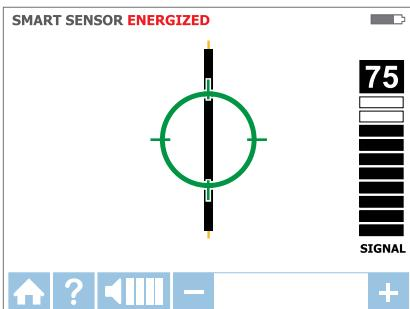

Figura 3.1e
- Il simbolo verde di destinazione indica che il ricevitore è direttamente sopra il cavo (vedi Figura 3.1e). Se ricevitore non aggancia il cavo, diminuire la sensibilità con il tasto "-" del tastierino, oppure impostare il trasmettitore per trasmettere in modalità di segnale Basso.